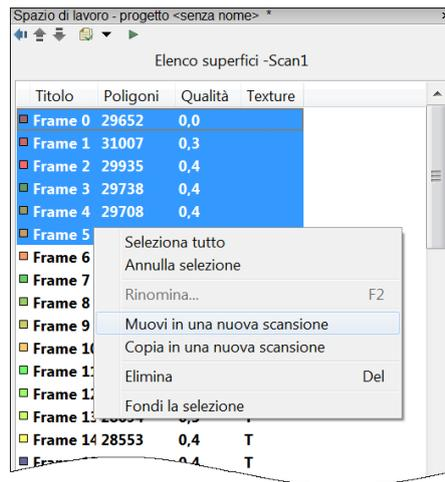

Figura 5.5: Spostamento di alcuni frame in una nuova scansione
- nel pannello *Elenco superfici* fare un clic con **RMB** e selezionare *Muovi in una nuova scansione* (figura 5.5).